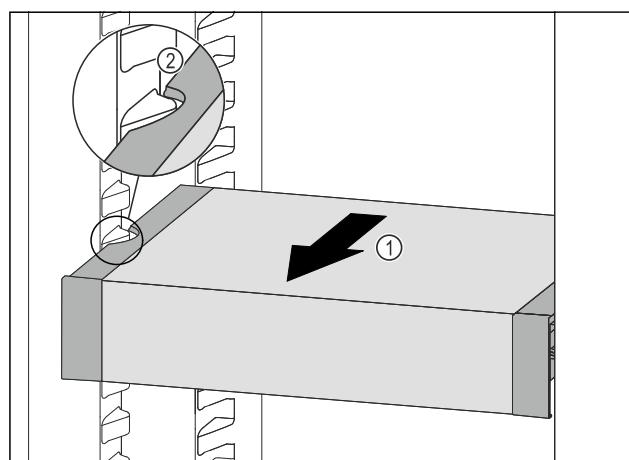

Fig. 142
- Predal VarioSafe povlecite naprej Fig. 142 (1), dokler nista stranska izreza predala VarioSafe na višini nastavka za posodo v hladilniku. Fig. 142 (2)